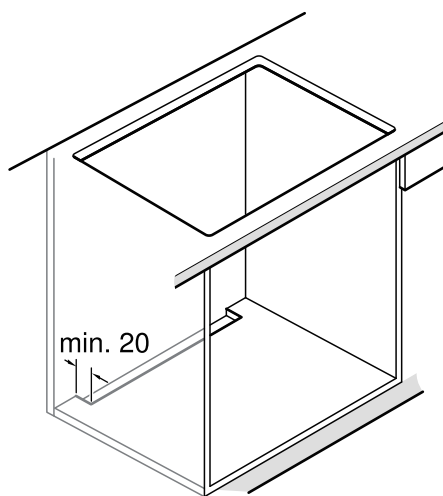

図 3
- ユニットの背面からのクリアランスが 20 mm 未満の場合、下側に開口部を設けて下さい。(図3)